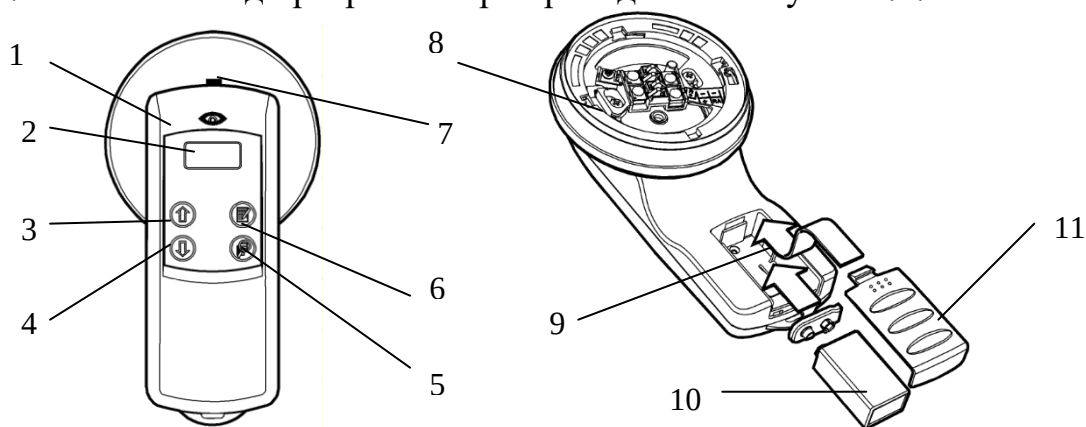

Рисунок 1.1
2.1.5 Устройства, не предназначенные для установки в базу (например, ИПР-И исп. 2 и т.п.), подключаются к разъему 7 (см. Рисунок 1.1) при помощи входящего в комплект принадлежностей программатора кабеля для подключения адресно-аналоговых устройств. Провод от красной клеммы программатора должен подключаться к клемме СЛ+ (IN или OUT) устройства, а от черной – к СЛ- (IN или OUT) устройства.
2.2.2 Для чтения адреса устройства необходимо нажать кнопку "Чтение адреса" (5 Рисунок 1.1). На дисплее программатора появится надпись "АДРЕС
а) с помощью кнопок выбора адреса (3 и 4 Рисунок 1.1) установить адрес XXX, где XXX – число от 1 до 240, соответствующее записываемому адресу устройства (проконтролировать на дисплее программатора наличие надписи "АДРЕС XXX ГОТОВ").